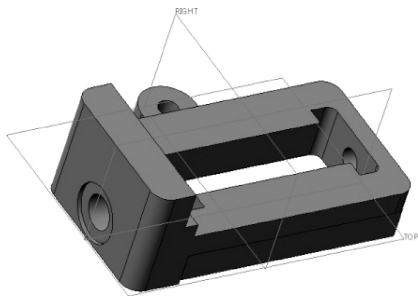

图 4-69 镜像后的模型 1
(3) 单击绘图区内的 FRONT 平面作为镜像平面，然后再单击  按钮，完成特征创建，具体如图 4-69 所示。